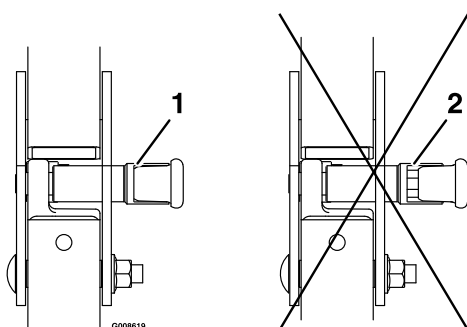

Figura 14
5. Asegúrese de que los pomos están completamente bloqueados cuando la barra anti-vuelco está en la posición elevada. Puede ser necesario empujar hacia adelante o tirar hacia atrás de la parte superior de la barra anti-vuelco para que se bloqueen completamente ambos pomos (ver Figura 14).